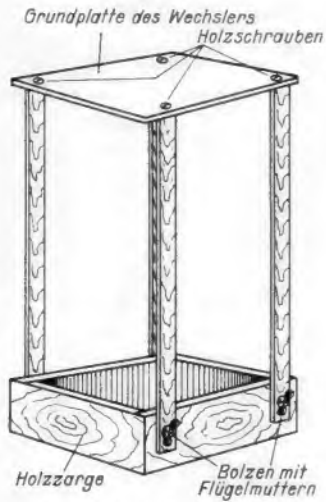
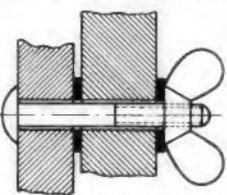

Bild 1. Reparaturgestell für Plattenwechsler
Bild 2. Befestigung der senkrechten Holzleisten am Sockel des Reparaturgestells
Die fertige Vorrichtung zeigt Bild 1. Die vier hochstehenden Leisten werden nach Bild 2 an der Zarge befestigt. Das Wechslerchassis wird auf die Leisten gesetzt und mit Hilfe von Holzschrauben daran befestigt. In vielen Fällen braucht man das Chassis überhaupt nicht festzuschrauben, da es durch sein eigenes Gewicht festliegt. Nun kann man bequem den Wechslermechanismus von unten beobachten und Reparaturen und Einstellungen daran bedeutend schneller ausführen. Manchmal stören aber die Holzleisten, weil sie Teile des Wechslermechanismus verdecken. Wer dies vermeiden will, bringt vorteilhaft am Chassis zunächst vier Flacheisen an. Diese 5 bis 10 cm langen Flacheisen sind dann erst mit den vier Leisten zu verschrauben. Die Konstruktion des Grundgestells bleibt in diesem Falle die gleiche, lediglich die beiden Seitenbretter, an denen keine Leisten befestigt sind.
**Lorenz-Windsor.** Die neue Phonotruhe (Bild 1) enthält in einem vornehmen Gehäuse einen Dual-Zehnplattenwechsler mit drei Geschwindigkeiten und Saphir-Tonarm sowie einen UKW-Vorstufen-super mit 6/9 Kreisen, vier Bereichen und sechs Drucktasten. Röhrenbestückung: ECC 81, ECH 81, EF 93, EABC 80, EL 41, EM 85. Die Klangqualität wird durch zwei Lautsprecher, stetige Baß- und Höhenregler und eine sorgfältig bemessene Gegenkopplung erzielt. Ein Einstellständer für 50 Schallplatten rundet den Komfort ab. Abmessungen: 85 x 59 x 42 cm, Preis 635 DM.
**Nora-Belvedere.** Diese Fernseh-Rundfunk-Truhe (Bild 2) enthält einen vollständigen 6/9-Kreis-Tastensuper mit UKW-Vorstufe